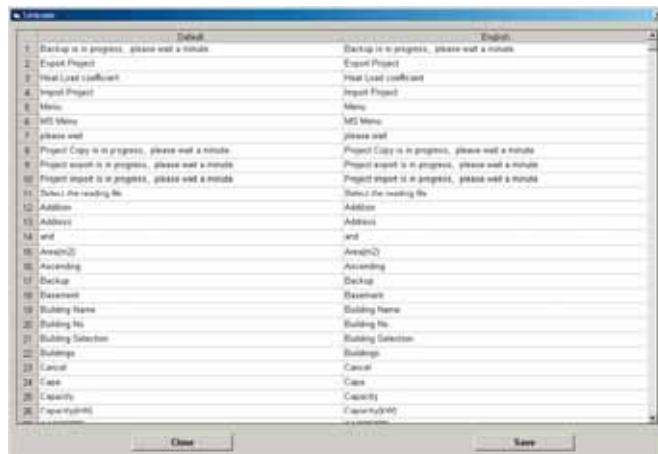

Рис. 4.2.2
1 При нажатии на кнопку "Язык" (Language) (1) в "MS Меню" откроется окно, показанное на рис. 4.2.2. В левом столбце отобразится текст на английском, в правом - текст на языке, выбранном пользователем (см. 2-1-3 2). При необходимости формулировку на выбранном языке можно исправить. Для этого нужно установить курсор в той ячейке правого столбца, текст в которой нужно изменить.